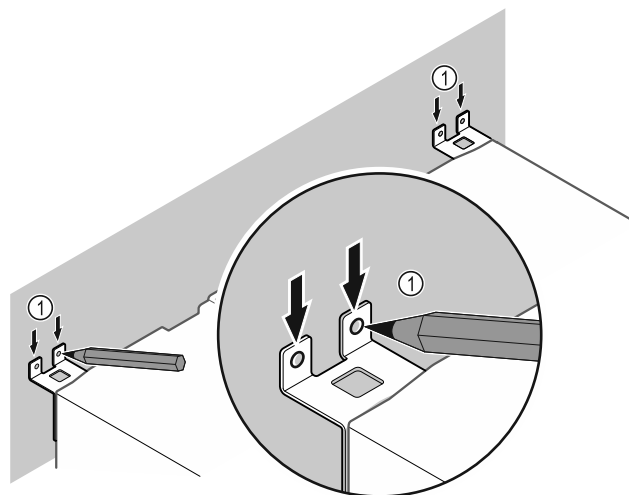

Fig. 12
- ▶ Tehke seinale märgistused Fig. 12 (1).